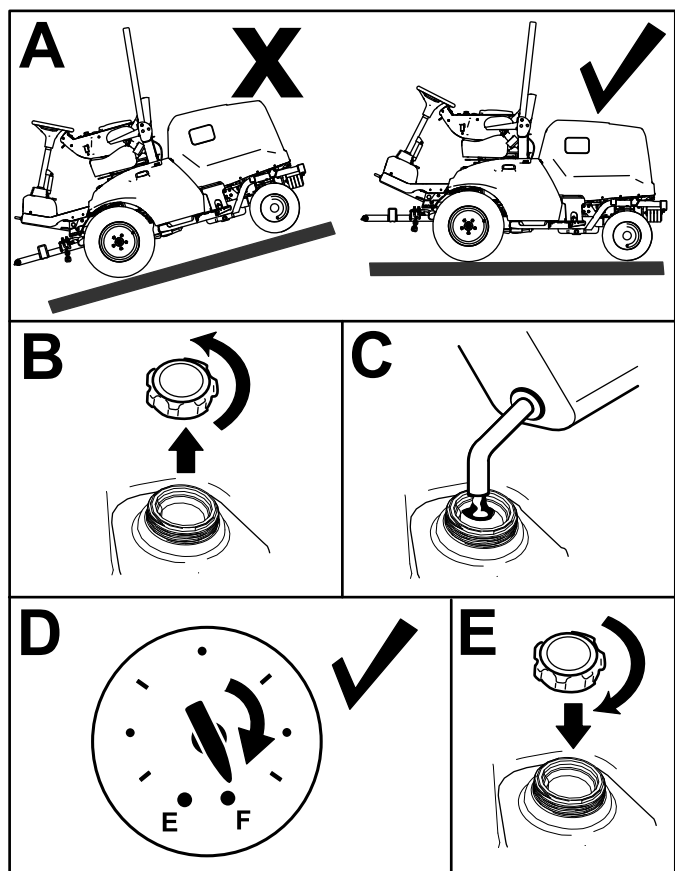

Рисунок 30
1. Припаркуйте машину на ровной горизонтальной поверхности (Рисунок 30), включите стояночный тормоз, выключите двигатель и извлеките ключ.